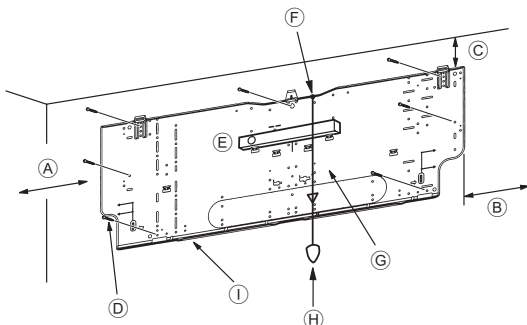
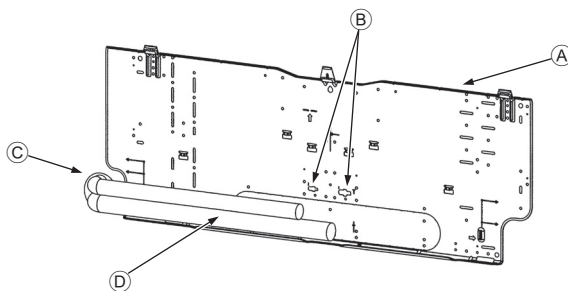

Fig. 3-4
Fig. 3-5
■ PKFY-P-NKMU-E2 (Fig. 3-4)
- D Vis de fixation (4 × 25) ②
- I Planche d'installation ①
3.3. Lors de l'insertion des tuyaux dans le mur (Fig. 3-5)
- A Planche d'installation ①